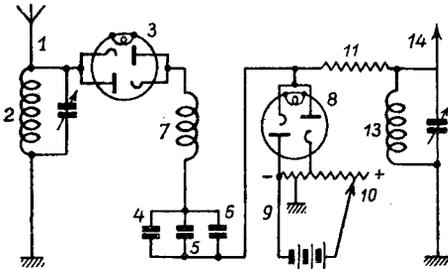

FIG. 2. — Dispositif antiparasite à limiteur de courant et de tension. Brevet français N 774.148 G. de MONGE.
Le dispositif antiparasite ainsi perfectionné (fig. 2) comporte une antenne accordée reliée à un tube limiteur de courant 3. Ce tube (2) est connecté, par l'intermédiaire d'une bobine d'arrêt 7 et d'un groupe de condensateurs 4, 5 et 6, d'une part, au tube limiteur de tension 8 dérivant à la masse les parasites non arrêtés par le tube 3 et, d'autre part, au circuit d'entrée 13 de l'amplificateur de haute fréquence. Le tube 8 doit être polarisé de telle manière que les courants d'amplitude normale soient transmis au circuit d'entrée 13 sans être dérivés à la masse. Il en résulte que, seuls, les parasites intenses qui induisent dans l'antenne une tension dépassant la polarisation
(2) Le limiteur de courant est, en somme, une valve travaillant près de son point de saturation. Il est aisé de comprendre que pour des signaux plus faibles que la différence entre le point de fonctionnement et le point de saturation, la diode se comporte comme une résistance et qu'elle limite automatiquement les signaux à l'amplitude qui correspond à la saturation. Dans la figure 2, on a dessiné un tube comportant deux éléments diode, mais il est facile de remplacer cette lampe spéciale par deux diodes ordinaires (N. D. L. R.).